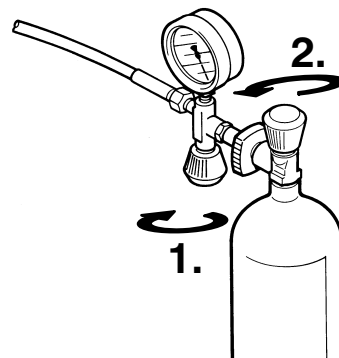

Fig. 11 Remplissage de la bouteille
2. Ouvrir d'abord la **vanne de remplissage** puis le **robinet** de la bouteille. Siehe Fig. 11.